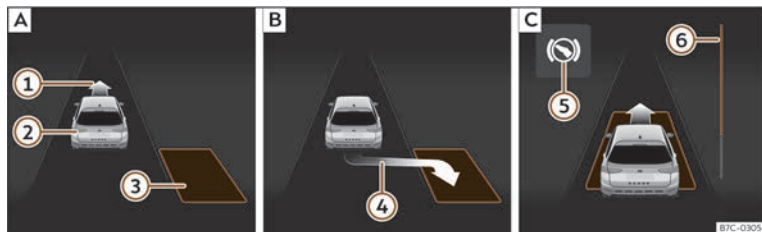
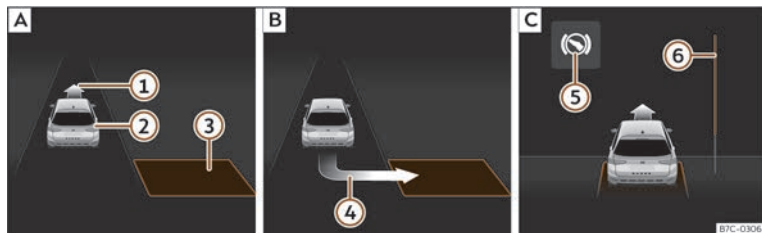

Fig. 173 A la pantalla del quadre d'instruments: aparcar en línia. **[A]** Cercar un espai per aparcar. **[B]** Posició per aparcar. **[C]** Maniobrar.
Fig. 174 A la pantalla del quadre d'instruments: aparcar en bateria. **[A]** Cercar un espai per aparcar. **[B]** Posició per aparcar. **[C]** Maniobrar.
- Mireu la visualització de la pantalla del quadre d'instruments si s'ha detectat l'espai en qüestió com a "apropiat" i si s'ha arribat a la posició correcta per aparcar-hi» **fig. 173 [B]** o» **fig. 174 [B]**. L'espai es considera "apro-
- Retrocediu fins que soni el senyal continu del ParkPilot; **O BÉ:** retrocediu fins que a la pantalla del quadre d'instruments aparegui la indicació de fer marxa endavant»» **fig. 173 [C] o»» fig. 174 [C];** **O BÉ:** retrocediu fins que a la pantalla del quadre d'instruments aparegui el missatge **Park Assist finalizado**. La barra de progrés **⑥** indica la distància que cal recórrer»» **pàg. 272.**
- Feu marxa endavant fins que soni el senyal continu del ParkPilot; **O BÉ:** feu marxa endavant fins que a la pantalla del quadre d'instruments aparegui la indicació de fer marxa enrere. El sistema d'aparcament assistit dirigeix el vehicle marxa endavant i marxa enrere fins a centrar-lo en l'espai buit»» **fig. 173 [C] o»» fig. 174 [C].**
La barra de progrés»» **fig. 173 ⑥ i»» fig. 174 ⑥** mostra simbòlicament a la pantalla del quadre d'instruments la distància relativa que queda encara per recórrer. Com més gran és la distància, més plena és la barra de progrés. En circular marxa endavant, el contingut de la barra de progrés disminueix cap amunt, i en circular marxa enrere, disminueix cap avall.